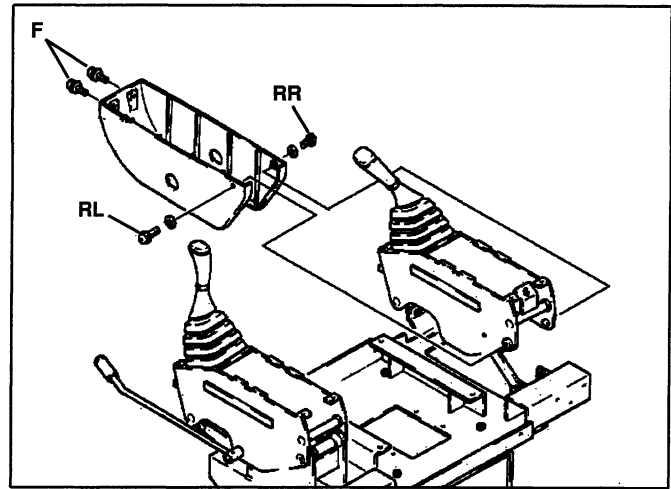

FIG. 4A
- A. Use the 90° phillips screwdriver to remove the lateral screws RL and RR, and use the standard phillips screwdriver to remove the front screws F from the Right Side console. Remove the cover as indicated in Fig. 4A. (*Utilice el destornillador de estrías de 90° para remover los tornillos laterales RL y RR, luego utilice el destornillador de estrías estándar para remover los tornillos frontales F. Remueva la tapa de plástico tal como lo indica la Fig. 4A.*)